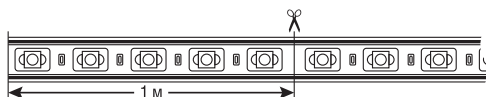
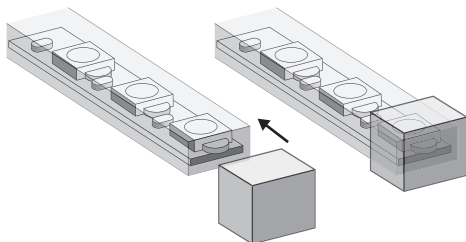

Рис. 2. Разрезание светодиодной ленты.
Рис. 3. Установка заглушки на светодиодную ленту.
- **Разрезание светодиодной ленты на участки.** Светодиодную ленту NLS-2835-IP67-220V можно разрезать на участки, кратные одному сегменту, длина которого равна 1 м. Разрез необходимо производить строго посередине участка, соединяющего смежные сегменты, см. Рис.2. В месте разреза ленты пропущен сегмент гибкой печатной платы. На окончаниях участков светодиодной ленты, к которым не планируется производить какие-либо подключения, необходимо установить заглушки NLSC-cup-3528-220 для ленты 2835-IP67-220, Рис.3. **Внимание!** При установке заглушки необходимо использовать герметик, чтобы обеспечить должную герметичность в месте соединения.